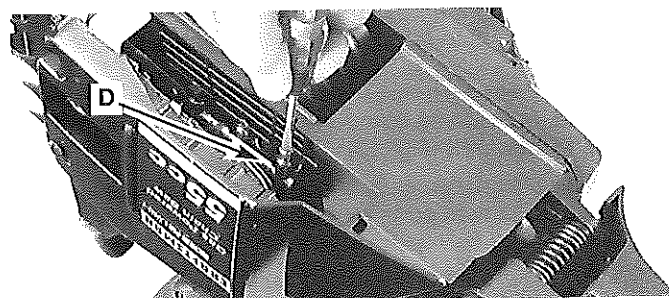

Fig. 11
girando el tornillo de ajuste (D) con pequeño destornillador, como se muestra en la Fig. 11. Gire el destornillador a la derecha para DISMINUIR el flujo de aceite y a la izquierda para AUMENTARLO.